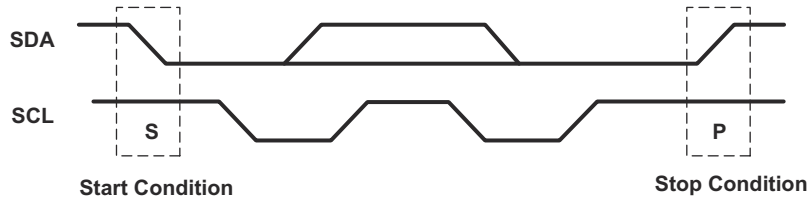

図 7-4. START 条件と STOP 条件の定義
このデバイスとの I2C 通信は、**START** 条件を送信するコントローラによって開始されます。**START** 条件は、SCL 入力が高レベルのときに、SDA 入力 / 出力が高レベルから低レベルに遷移することです (図 7-4 を参照)。START 条件の後、デバイスのアドレス・バイトが送信されます。最初は、データ方向ビット (R/W) を含む最上位ビット (MSB) が最初に送信されます。
**STOP** 条件は、SCL 入力が高レベルのときに SDA 入力 / 出力が低レベルから高レベルに遷移することで、コントローラから送信されます (図 7-4 を参照)。